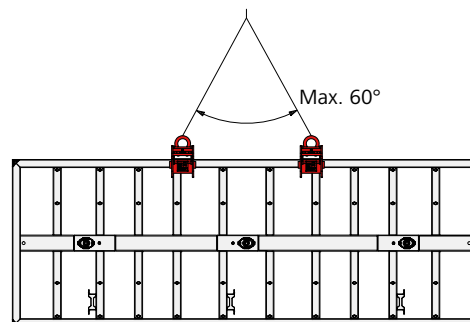

Abb. 28.6
- bei liegenden Elementen über Querstreben (Abb. 28.6)